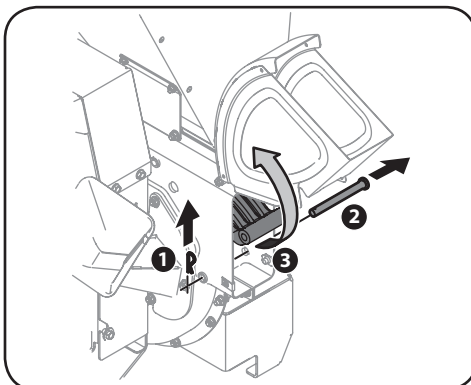

Figura 5-2
3. Saque el broche de horquilla de la chaveta que se extiende a través de la caja del motor y de la pantalla de la trituradora. Saque el pasador de horquilla. Vea la Figura 5-2.
4. Pivote hacia arriba la pantalla de la trituradora. Vea la Figura 5-2. Limpie los alrededores barriendo los residuos.